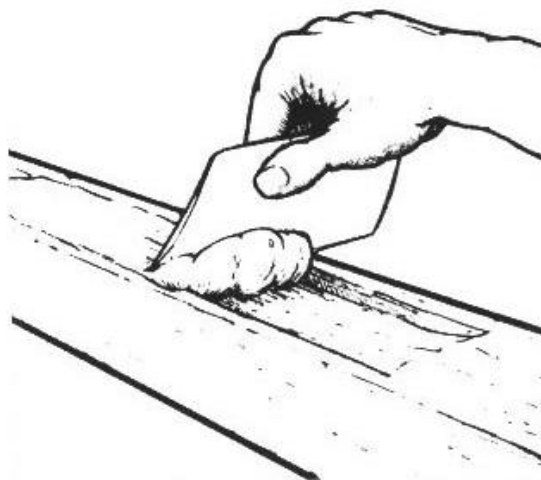

Figura 4-2 Introduzca epoxi espesado en los huecos pequeños.
3. Llene la cavidad con epoxi espesado con un aditivo de alta densidad (406, 404 o 403) hasta obtener una consistencia de manteca de cacahuete. Introduzca el epoxi en el hueco con una espátula o un bastón de mezclar (Figura 4-2). Alise la mezcla al ras de la superficie y retire cualquier excedente antes de que la mezcla cure.